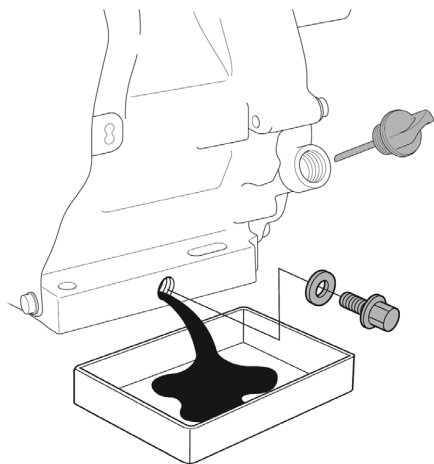

Рис. 17 Замена масла в двигателе
4. Очистите от загрязнений крышку-щуп и зону вокруг маслозаливной горловины. Извлеките крышку-щуп из маслозаливной горловины (Рис. 17) и протрите щуп чистой ветошью.
5. Открутите пробку для слива масла и слейте отработанное масло в подготовленную для этого емкость (Рис. 17).